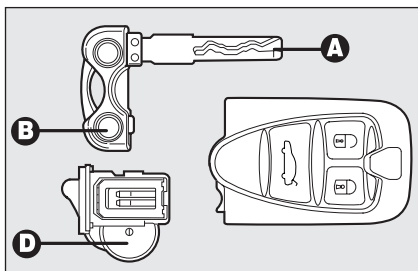

fig. 9
Per sostituire la pila **fig. 9** procedere come segue:
- sfilare la pila **D-fig. 9** dal cassetto memorizzando la posizione delle polarità (nella posizione raffigurata il polo positivo deve essere rivolto verso il basso);